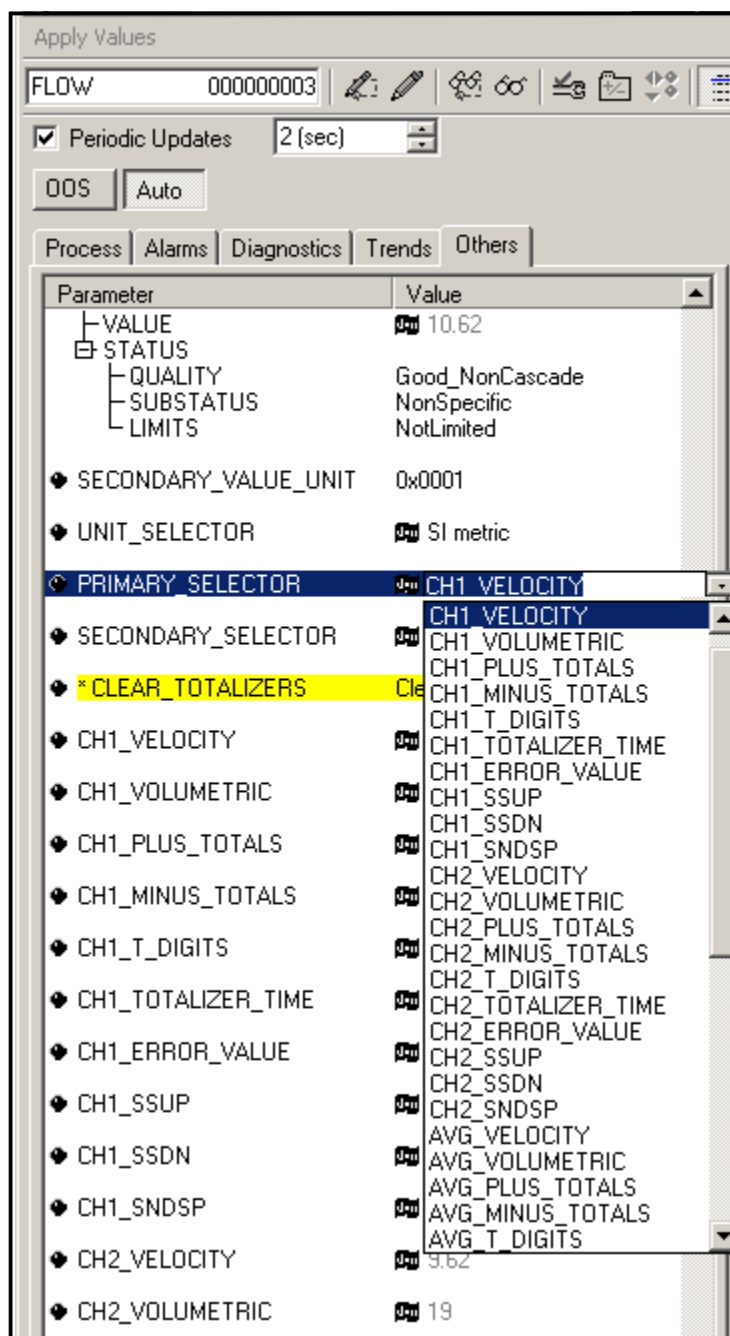

Figura 60: Elenco a discesa del selettore primario
2. Selezionare la scheda Altri e aprire l'elenco a discesa per PRIMARY\_SELECTOR e SECONDARY\_SELECTOR (vedere Figura 60 a pagina 135).
3. Scegliere l'unità dall'elenco (vedere Figura 60 a pagina 135).